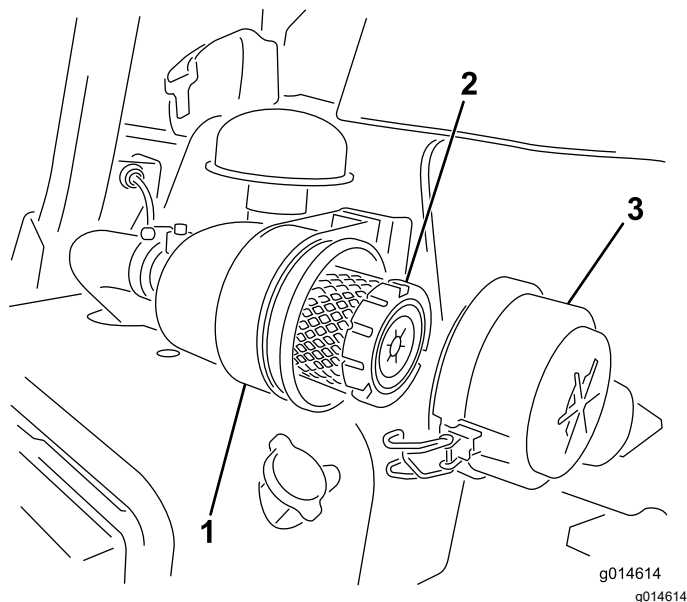

Figure 26
1. Desserrez les attaches qui fixent le couvercle sur le boîtier du filtre à air (Figure 26).
7. Fermez les verrous (Figure 26).